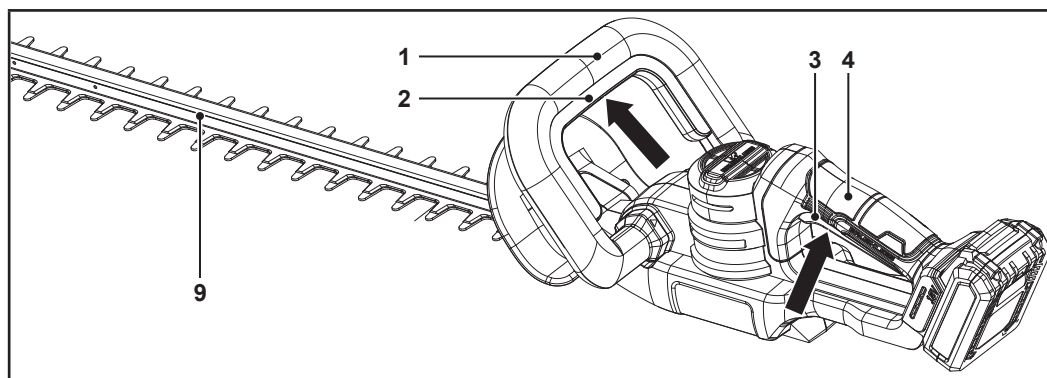

Fig. 5
Interrutor de segurança (2), interruptor para ligar/desligar (3): Segure a máquina corretamente com as duas mãos na pega dianteira (1) e na pega traseira (4). A máquina só pode funcionar se ambos os interruptores (2, 3) forem mantidos premidos em simultâneo (Fig. 5). Se algum interruptor for libertado, a máquina para imediatamente.
NOTA: A máquina só pode funcionar se ambos os interruptores (2, 3) forem mantidos premidos em simultâneo (Fig. 5). Se algum interruptor for libertado, a máquina para imediatamente.
1. Segure a máquina corretamente com as duas mãos na pega dianteira (1) e na pega traseira (4) (Fig. 5).
2. Prima sem soltar o interruptor de segurança (2) (Fig. 5).
3. Premir sem soltar o interruptor para ligar/desligar (3) (Fig. 5).